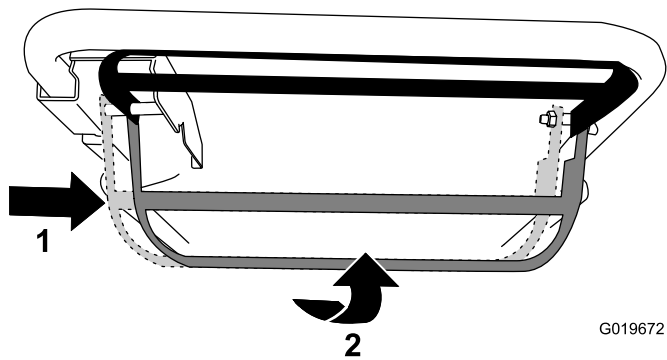

Figure 17
- Pour utiliser l'autopropulsion et engager la lame : Déplacez la barre de commande de la lame complètement à droite et relevez-la contre le guidon (Figure 17).